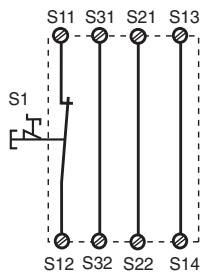
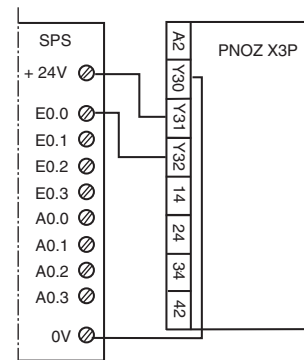

Fig. 2: Eingangskreis einkanalig, automat. Start/Single-channel input circuit, automatic reset/Commande par 1 canal, validation automatique
Fig. 10: Anschlussbeispiel für Halbleiterausgang/Connection of semiconductor output/ Câblage de la sortie statique
In Fig. 2 ... Fig. 10 sind Anschlussbeispiele für Not-Halt-Beschaltung mit automatischem und überwachtem Start, Schutztürsteuerungen sowie Kontaktvervielfachung durch externe Schütze.
- Fig. 2 und 7: **keine** Verbindung S33-S34
Beachten Sie bei Fig. 2 und 7: Das Gerät startet bei Spannungsausfall und -wiederkehr automatisch. Verhindern Sie einen unerwarteten Wiederanlauf durch externe Schaltungsmaßnahmen.
In Fig. 2 ... Fig. 10 are connection examples for Emergency Stop wiring with automatic and monitored reset. Safety gate controls as well as contact expansion via external contactors.
- Fig. 2 and 7: S33-S34 **not** connected
Please note for Fig. 2 and 7: the device starts automatically after loss of power. You should prevent an unintended start-up by using external circuitry measures.
Les figures 2 à 10 représentent les différents câblages possibles du PNOZ X3P à savoir : poussoir AU avec réarmement automatique ou auto-côntrolé, interrupteurs de position et augmentation du nombre des contacts de sécurité par contacteurs externes.
- Fig. 2 et 7: **pas** de câblage sur S33-S34
Dans le cas de la figure 2 et 7, l'appareil se réarme automatiquement après une coupure et une remise sous tension. Evitez tout risque de redémarrage par un câblage externe approprié.